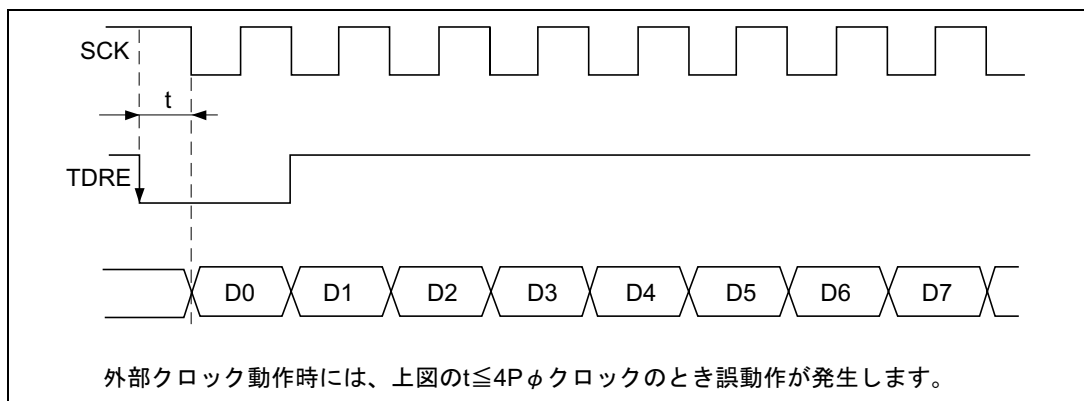

図 15.25 DMAC によるクロック同期式送信時の例
- (a) 同期クロックに外部クロックソースを使用する場合、DMACによるTDR の更新後、周辺クロック (P) で5クロック以上経過した後に、送信クロックを入力してください。TDR の更新後4クロック以内に送信クロックを入力すると、誤動作することがあります。(図15.25)